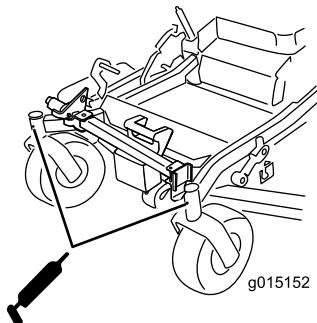

Bild 45
- Ziehen Sie die Schmierpresse aus der Öffnung, Drehen Sie die Sechskantschraube und Staubkappe wieder ein (Bild 45).